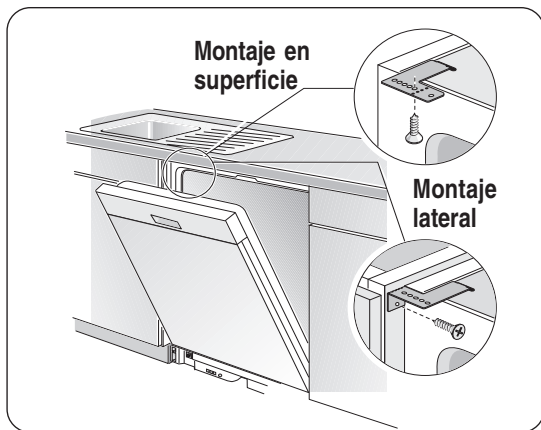

Ilustración 21
- 1 Inserte los tornillos de montaje a través de los agujeros en los soportes de montaje como se indica en la **Ilustración 21** para un montaje en superficie o lateral.